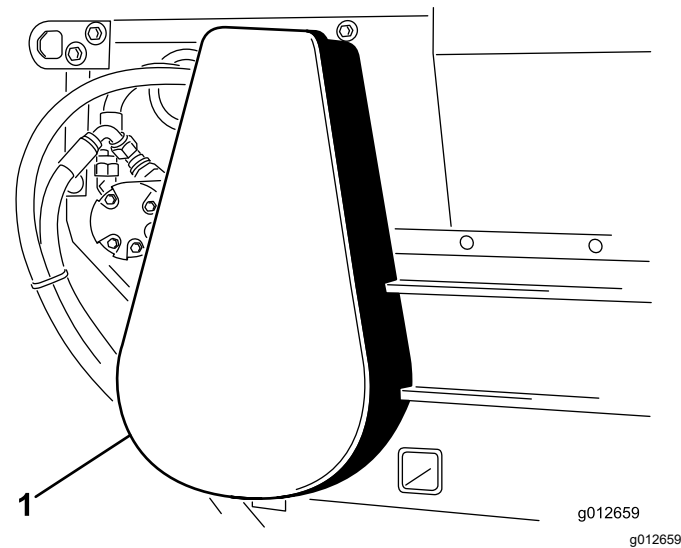

Figura 23
- 2. Retire la cubierta de la cadena (Figura 23).
6. Instale la cubierta de la cadena (Figura 23).